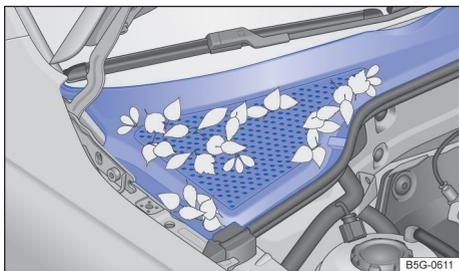

Fig. 242 Entre o compartimento do motor e o para-brisa: caixa coletora de água (representação esquemática).
Caixa coletora de água, compartimento do motor: Retire as folhas secas e outros objetos soltos com um aspirador ou com a mão → Fig. 242 → ①. A limpeza do compartimento do motor deve ser solicitada sempre a uma Concessionária Volkswagen ou a uma empresa especializada → ▲.